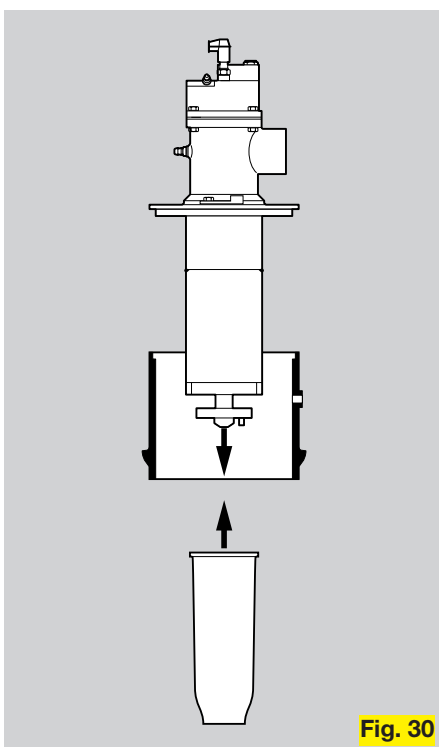

Fig. 30
Modifizierte BIC-Brenner in den Größen 50–100 in Verbindung mit einem **Schürlochgehäuse SLG** als Schürlochbrenner für die Deckenbefuerung von Tunnelöfen in der Keramikindustrie (Fig. 30). Die Leistungsdaten entsprechen denen der BIC(A)-Brenner.
Modified BIC burners in sizes 50-100 in conjunction with a **pot housing SLG** as pot burner for roof firing of tunnel kilns in the ceramics industry (Fig. 30). The performance data corresponds to that for the BIC(A) burners.
горелок с смонтированными клапанами по газу и воздуху, а также с устройством розжига и автоматикой управления горения. Имеются модификации горелок типа BIC величины 50-100 в соединении с **перфорированным корпусом розжига типа SLG**, используемые в качестве горелок розжига при свободовом горении в туннельных печах керамической промышленности (Fig. 30). Значение мощности соответствует горелкам типа BIO(A).